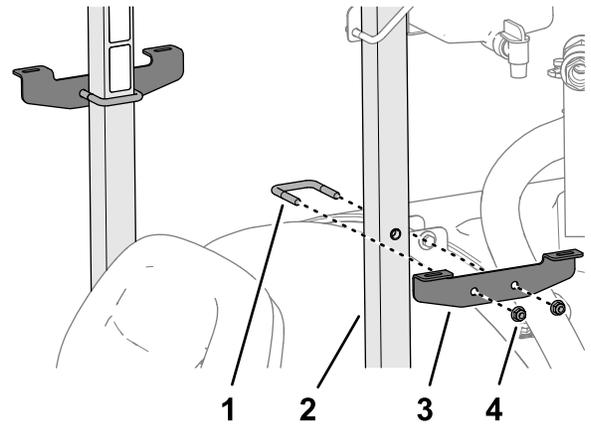

Figura 27
3. Montate la staffa di montaggio sul tubo del roll bar (Figura 27) con un bullone a U e 2 dadi di bloccaggio flangiati ($\frac{3}{8}$ "